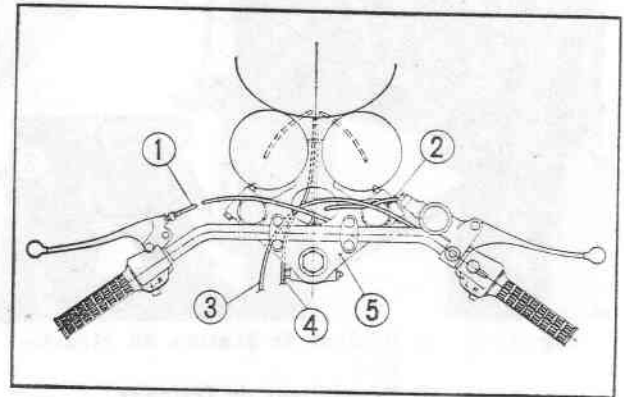

Fig. 11-9 ① Câble d'embrayage
9. Brancher le câble d'embrayage sur le levier de commande de l'embrayage et monter le maître cylindre sur le guidon. Les câbles, les fils électriques et les tuyauteries de freins doivent cheminer selon la Fig. 11-9.